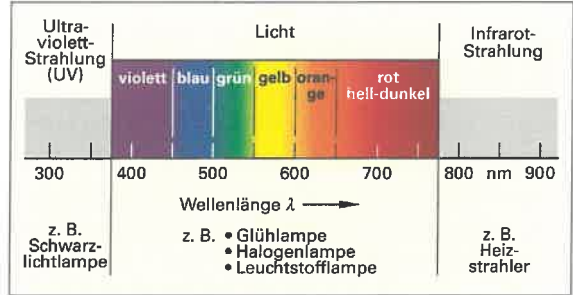

Bild 1: Lichtspektrum
Bei der Planung von Beleuchtungsanlagen, z. B. einer Beleuchtung für ein Büro oder eine Werkstatt, müssen die Anzahl der Leuchten sowie deren Dimensionierung und Anordnung bestimmt werden. Dazu werden Kenntnisse über Eigenschaften zur Farbwiedergabe, z. B. dem Lichtspektrum (Bild 1), dem Farbwiedergabeindex und lichttechnische Größen, z. B. Lichtstrom, Lichtstärke und Beleuchtungsstärke, benötigt. Weiterhin müssen Kriterien, z. B. Blendung, Tageslichteinflüsse und Lichtrichtung, berücksichtigt werden.
1. Wodurch wird die Farbe des Lichtes (Bild 1) bestimmt?